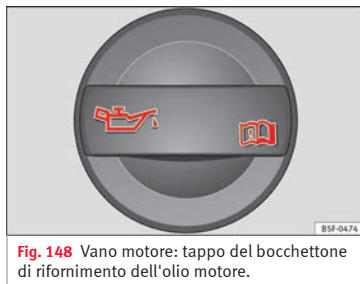

Fig. 148 Vano motore: tappo del bocchettone di rifornimento dell'olio motore.
- Svitare il tappo del bocchettone di rifornimento dell'olio motore » **fig. 148**.